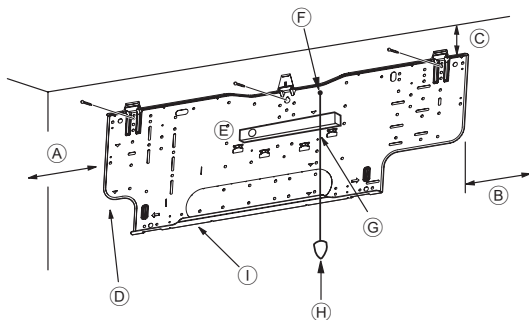
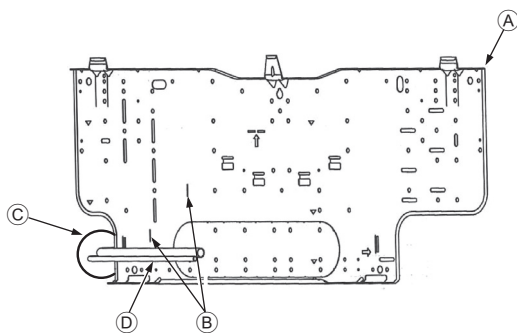

Fig. 3-4
Fig. 3-5
■ PKA-A-HA(L) (Fig. 3-4)
- Ⓓ Tornillos de fijación (4 × 35 mm, 1-3/8 inch) ②
- Ⓘ Placa de montaje ①
3.3. Cuando coloque los tubos en la pared (Fig. 3-5)
- Ⓐ Placa de montaje ①